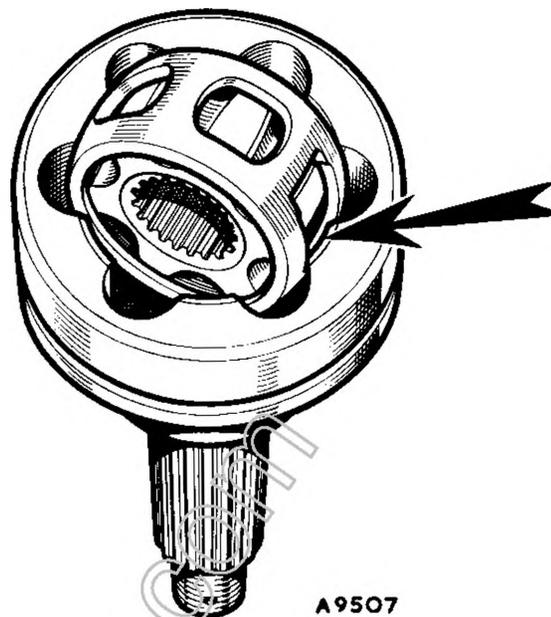
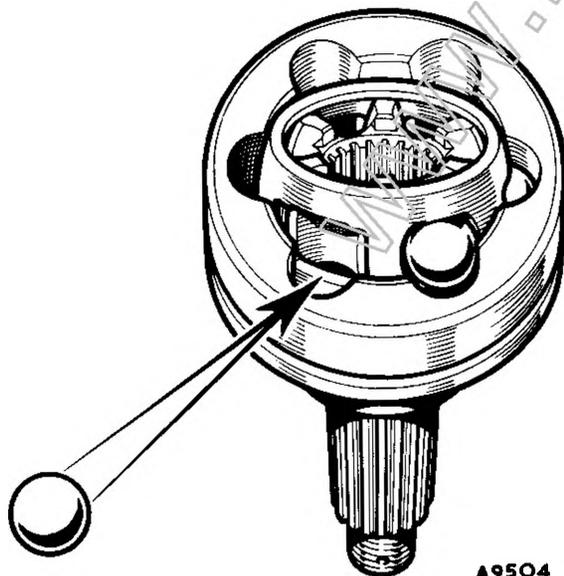

Fig. G.3
Fig. G.2
- (7) Dopo aver estratto l'albero, la pista interna può essere ruotata o inclinata liberamente all'interno del giunto. Per estrarre la prima sfera, inclinare la pista interna come è illustrato nella figura G.2. Se il giunto è appiccicoso per la presenza di grasso, si possono estrarre le sfere, una alla volta, utilizzando un attrezzo appuntito.
- (8) Ribaltare la gabbia delle sfere come illustrato nella figura G.3 e ruotarla attorno all'asse orizzontale sino ad allineare due delle sue feritoie opposte con due risalti del corpo del giunto. Spingendo uno dei risalti all'interno della feritoia sarà possibile estrarre il complessivo gabbia e pista interna.
- (18) Introdurre l'assieme nel corpo del giunto facendo coincidere una delle feritoie della gabbia con un risalto del corpo (Ved. Fig. G.3). I tre elementi possono essere ora ruotati liberamente l'uno rispetto all'altro.
- (19) Orientare la gabbia e la piastra interna verso le loro posizioni originarie, facendo coincidere i contrassegni apposti al momento della scomposizione.
- (20) Mantenendo i tre elementi in questa precisa posizione, ribaltare la gabbia tanto quanto basta a poter introdurre la prima sfera in una feritoia. Ripetere la suddetta operazione per le rimanenti sfere (Ved. la Fig. G.2).
- (21) Assicurarci che, con la gabbia in sede, la piastra interna sia libera di muoversi libramente. Fare attenzione, durante questa verifica, a non lasciar uscire le sfere.
- (22) Prima di rimontare il giunto sul semialbero riempirlo di tutto il grasso Duckham M-B rimasto nell'assortimento.
- (23) Sostituire, se necessario, il parapolvere e stendere un velo di grasso Duckham M-B sulla sua superficie interna. Procedere con la massima cura ed attenzione quando si fa passare il parapolvere sull'anello di ritegno situato sul semialbero.